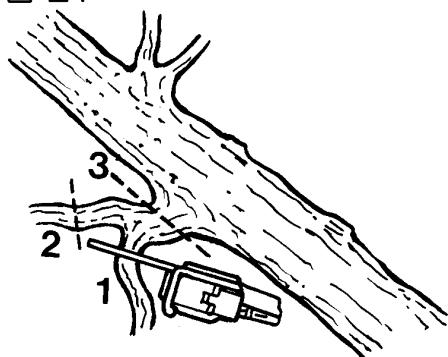

図 25
- 長い枝や二又に分かれた枝は枝に中間のところ(①、②)と根元のところ(③)に分けて切り進めてください。(図 25)